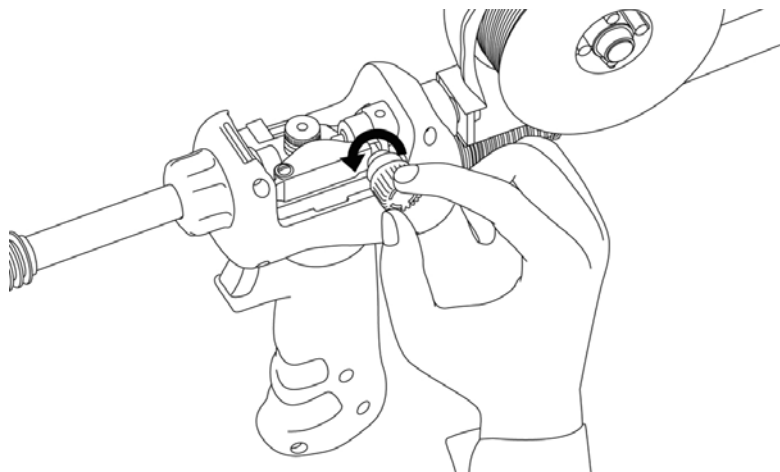

Рис. 7.15. Регулировка усилия зажатия.
1. Закройте скобу прижимного ролика и отрегулируйте усилие зажатия сварочной проволоки с помощью регулятора усилия зажатия (См. рис. 7.15).